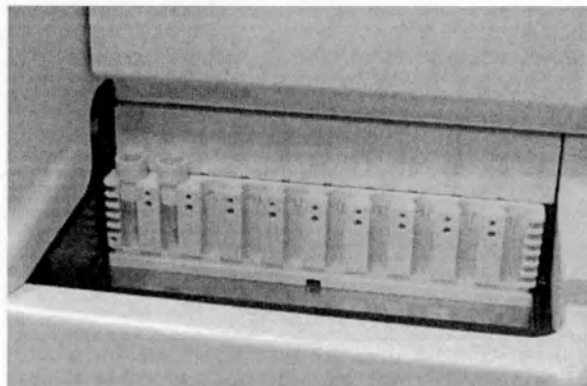

Рисунок 5-2. Пробирки для образцов в адаптерах штатива
- е) Разбавленный образец объемом не менее 1 мл необходимо поместить в пробирку 1,5 мл без крышки и поставить на штатив, оборудованный адаптером (см. рис. 5-2).